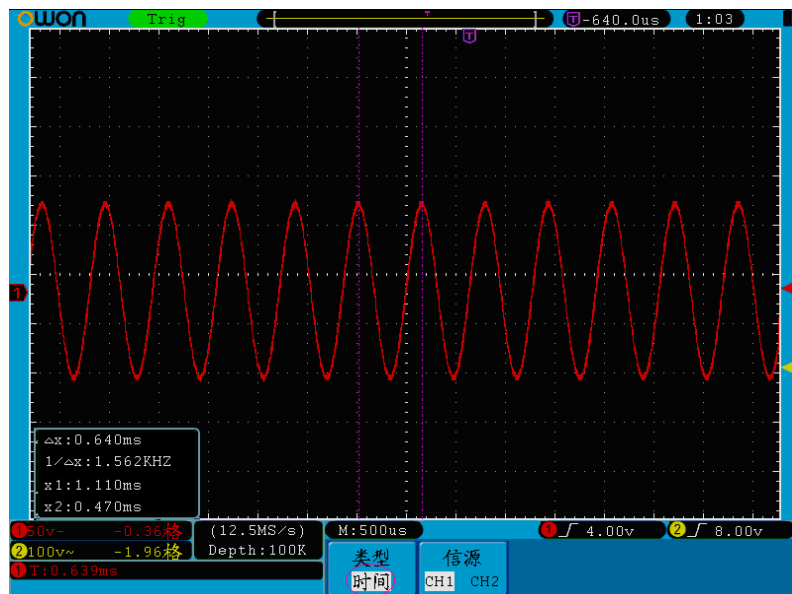

图5-59：时间光标测量波形
4. 根据被测波形，分别转动两个通道的 **垂直位置** 旋钮调整光标1、光标2的位置，位于波形左下方的光标增量窗口显示两光标的时时间绝对差及频率和两光标当前的时间。见图5-59：